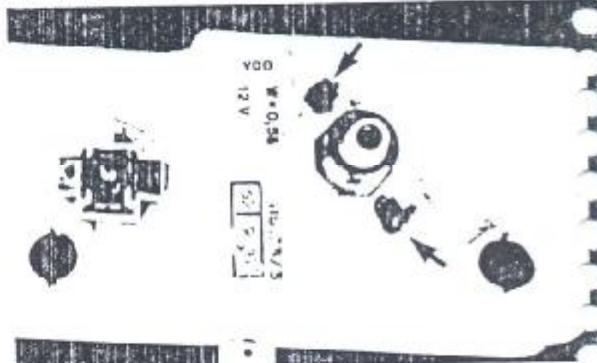

Figura 9.57.2 - Fixação do velocímetro
- Remover os dois parafusos de fixação do velocímetro e remover o velocímetro (Figura 9.57.2).
2. Posicionar o velocímetro, na carcaça, e fixá-lo com os dois parafusos (Figura 9.57.2).